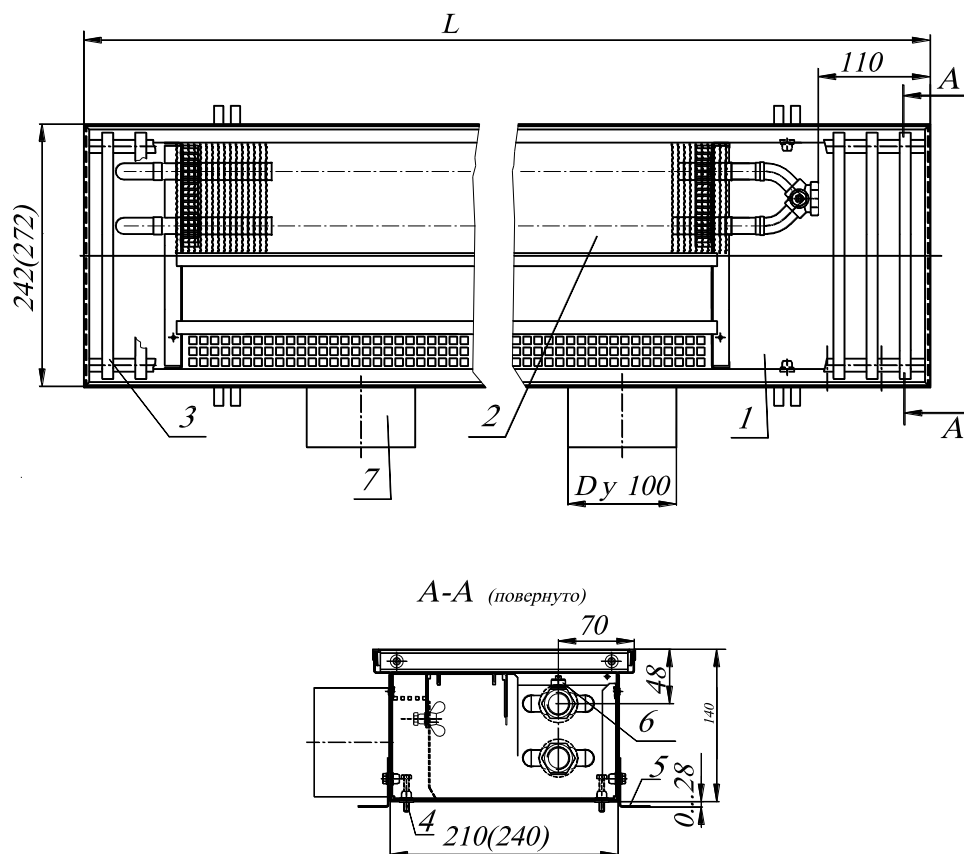

Рис. 1 Конвектор КПК 24(27).14.060...310 концевой
4.1. Конвектор состоит из следующих основных элементов (см. рис.1):
4.3. Размеры и технические характеристики изделий представлены на Рис.1 и в таблицах 1,2.